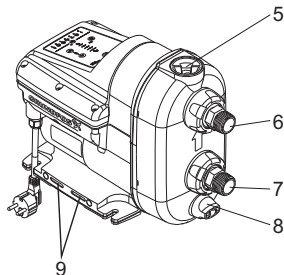

Рис. 22 Установка SCALA2
5. Медленно открутите и снимите пробку с заливочного отверстия. См. рис. 22 (поз. 5).
6. Снимите пробку сливного отверстия и опорожните SCALA2. См. рис. 22 (поз. 8).
7. Открутите накидную гайку, фиксирующую входное соединение. См. рис. 22 (поз. 7) и рис. 23. В зависимости от типа SCALA2 может потребоваться демонтировать всасывающие и напорные трубопроводы.
5. Медленно открутите и снимите пробку заливочного отверстия. См. рис. 22 (поз. 5). Пробка и обратный клапан выходного патрубка являются единым узлом.